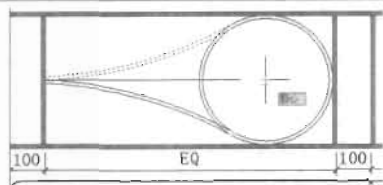

图 5-90
(4) 单击“修改”工具栏中的“偏移”按钮, 将圆弧向上偏移 10mm, 然后单击“修改”工具栏中的“镜像”按钮, 将两条圆弧沿中点水平镜像复制, 如图 5-90 所示。